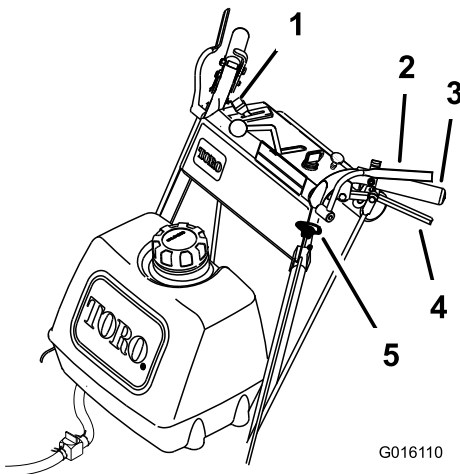

Figura 12
1. Para engranar las cuchillas del cortacésped, apriete las palancas de control de presencia del operador (CPO) contra las empuñaduras de los manillares (Figura 12).
1. Empuje el mando de control de las cuchillas (TDF) hacia abajo a la posición de DESACTIVADO (Figura 12).
2. Si suelta las palancas de control de presencia del operador (CPO), se para el motor y se detienen las cuchillas (Figura 12) con la palanca de control de las cuchillas engranada.